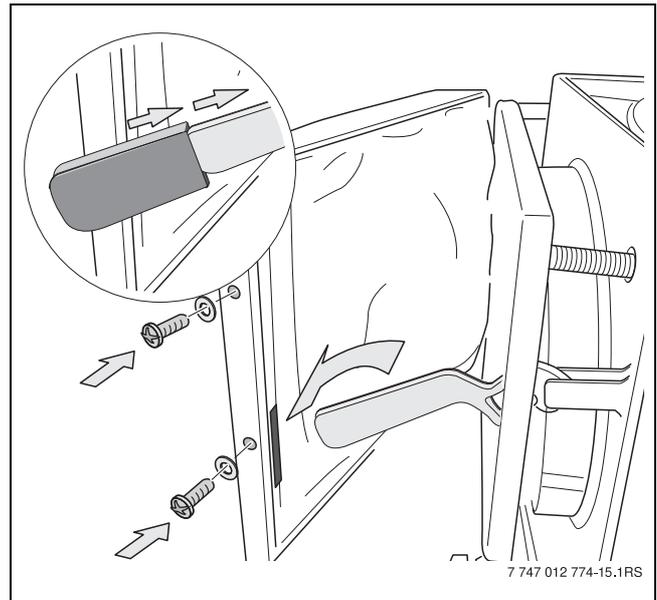

Fig. 13 Montaggio del rivestimento della porta di carico
- Applicare il coperchio alla porta di carico. Far passare la leva di chiusura della porta attraverso l'apposita apertura del coperchio (→ fig. 13).